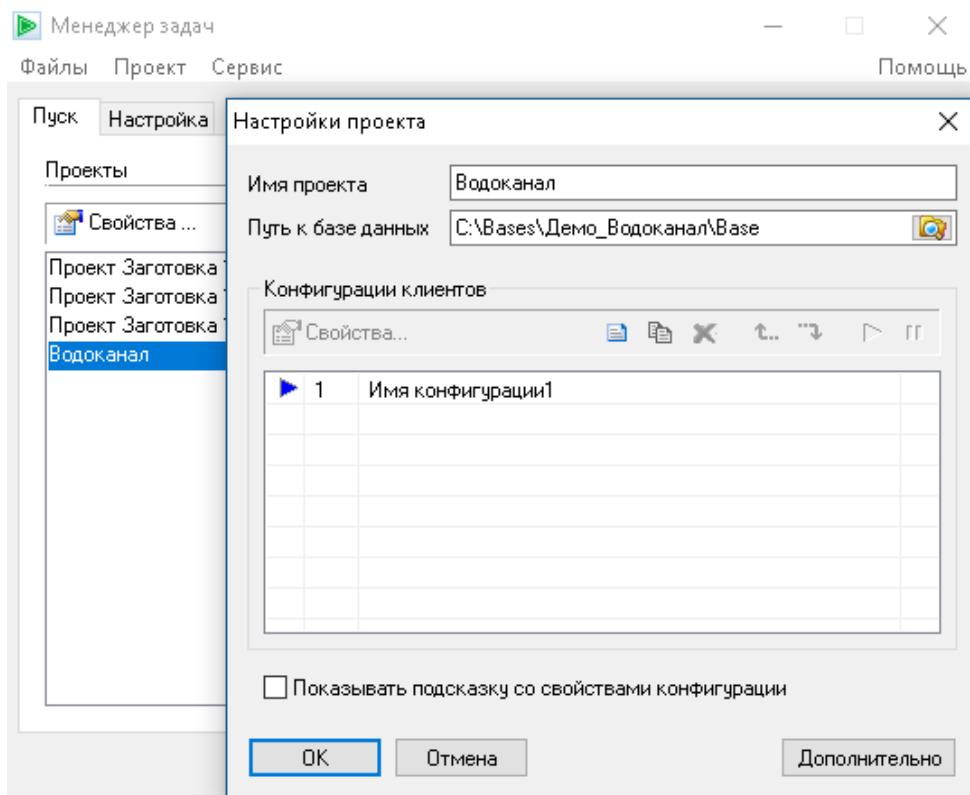

Рисунок 4.2.1 - Окно настройки проекта
Свойства... – описание свойств проекта. Для редактирования свойств проекта щелкните по этой иконке. В появившемся окне «Настройка проекта» (рисунок 4.2.1) задайте следующие свойства проекта:
- создание нового описания проекта. При этом появляется окно для описания свойств проекта (рисунок 4.2.1).